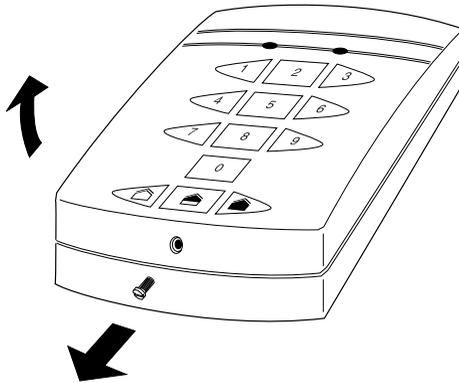

Figure 3.
2. Ouvrir le boîtier du clavier 524 (se reporter à la Figure 3).
2. Ouvrir le boîtier du clavier (Figure 3). Il est à noter que le clavier n'adresse aucun signal d'autoprotection à la centrale.